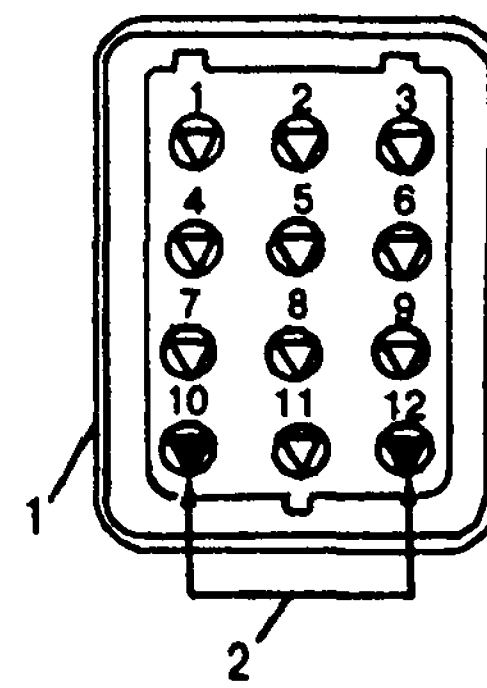

Рис. 11.27. Диагностический разъем: 1 - диагностический разъем, 2 - дополнительный провод
- отдельным проводом соединить выводы диагностической розетки согласно рис. 11.27. Розетка установлена в моторном отделении на шитке передка с правой стороны.